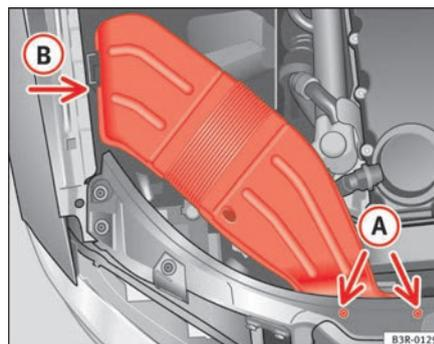

Fig. 198 Conduit d'air, côté droit du véhicule
- Dévissez les vis **A** ⇒ fig. 198.